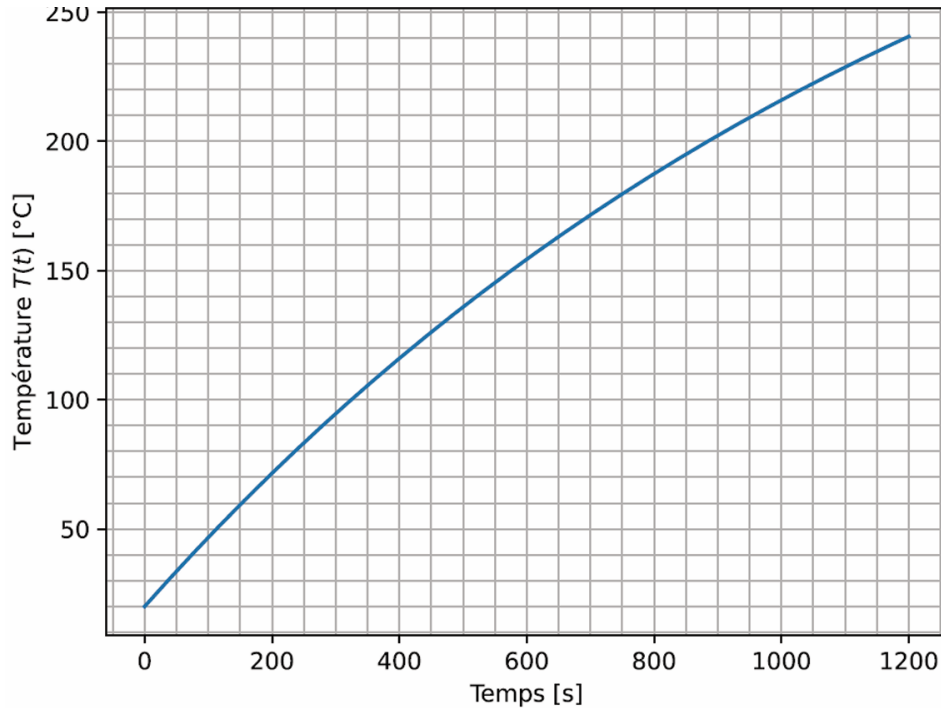

Figure 6 - Évolution de la température intérieure en fonction du temps
6. La Figure 6 représente le tracé de cette solution en fonction du temps. Lire la durée $\Delta t'$ nécessaire pour atteindre la température T_f . Le résultat est-il cohérent avec la durée Δt trouvée précédemment ?